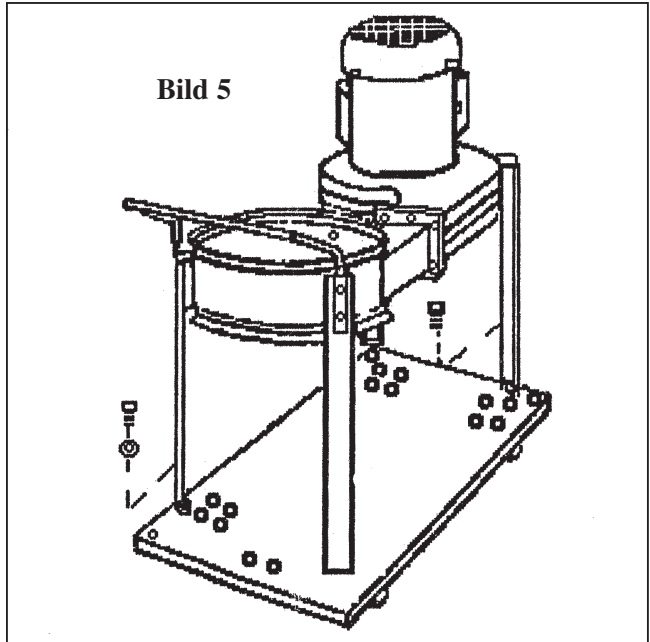

Bild 5
4. Læg bundpladen ned og stil den sammenmonterede blæsehuset/filterhuset på den, tilpas alle huller ind på støttebenenes nedkanter med hullet i bundpladen, fastgør med bolt. (Bild. 5)